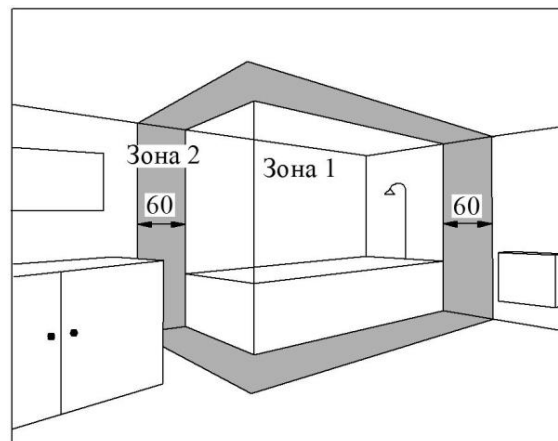

Рис. 5
5.5 Конвекторы с исполнением оболочки IP24 допускается устанавливать в ваннах комнатах, душевых, бассейнах (см. рис.5. При этом установка конвектора запрещается: